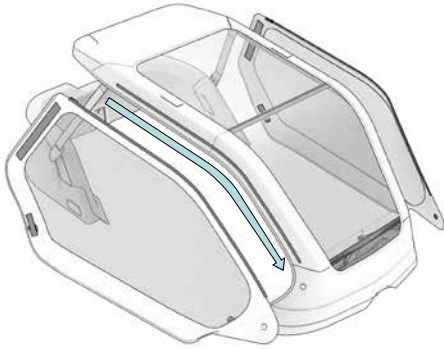

Abb. 42
Die Reißverschlüsse der Seitenwände ② und ④ nach vorne zuziehen (Abb. 42).